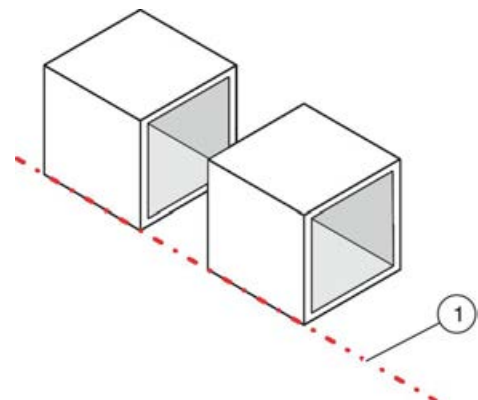

Abb. 14: RLT-Bauteile ausrichten
- ▶ Die RLT-Bauteile an einer Linie (Abb. 14 /1) fluchtend ausrichten.